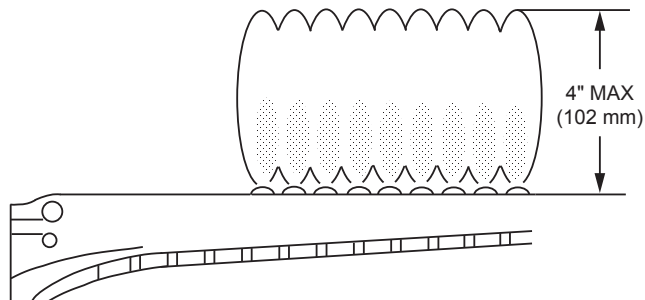

Figure 53. Flamme brûleur principal
4. Inspectez visuellement les flammes du brûleur et de la veilleuse. Des flammes jaunes indiquent une restriction d'apport d'air. Des flammes soulevées ou sifflantes indiquent une surpression de gaz. Des flammes basses indiquent une faible pression du gaz. Si cela se produit, éteignez l'appareil et joignez un technicien d'entretien licencié, Voir **Figure 53**.